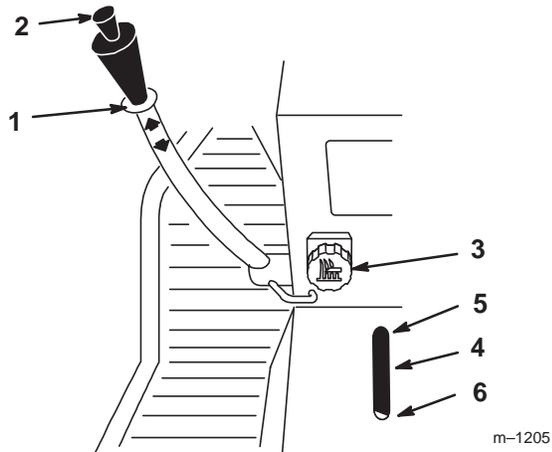

Figure 14
Ce mécanisme (Fig. 14) permet de relever et d'abaisser les accessoires.
Ce sélecteur (Fig. 14) permet de limiter la course descendante de l'accessoire. Tournez le bouton pour changer la position de la butée, vers le haut ou le bas.
1. Poussez le levier de commande de l'accessoire vers le haut (voir Relevage des accessoires, page 12). Quand l'accessoire est relevé, il est possible de tourner le bouton sélecteur de hauteur (Fig. 14) pour changer l'emplacement de la butée. Tournez le bouton vers la droite pour augmenter la hauteur de l'accessoire et vers la gauche pour la diminuer.
2. L'indicateur de hauteur de l'accessoire (Fig. 14) montre les différents réglages de hauteur de l'accessoire, du plus haut au plus bas, à mesure qu'ils sont effectués.